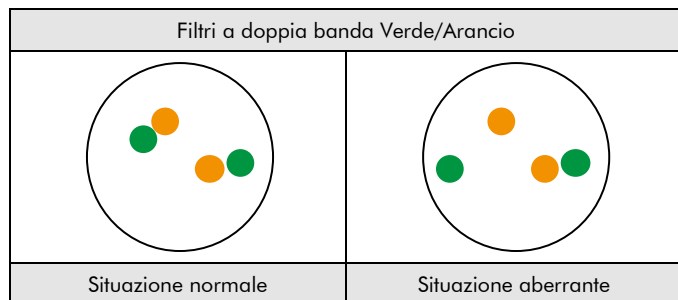

Fig. 2: Risultati attesi in situazione normale e aberrante
**Situazione normale:** nelle interfasi di cellule normali o cellule senza una traslocazione che coinvolge la regione del gene FUS, compaiono due segnali di fusione verdi/arancioni (vedere Fig. 2).
**Situazione aberrante:** Una regione del gene FUS interessata da una traslocazione è evidenziata da due segnali separati, di cui uno verde e uno arancione (vedere Fig. 2).